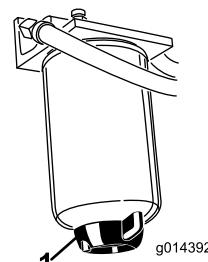

Figura 36
Drene el agua y otros contaminantes del separador de agua (Figura 36) a diario. Cambie el cartucho del filtro después de cada 400 horas de operación.
- Afloje el tapón de vaciado en la parte inferior del cartucho del filtro (Figura 36).